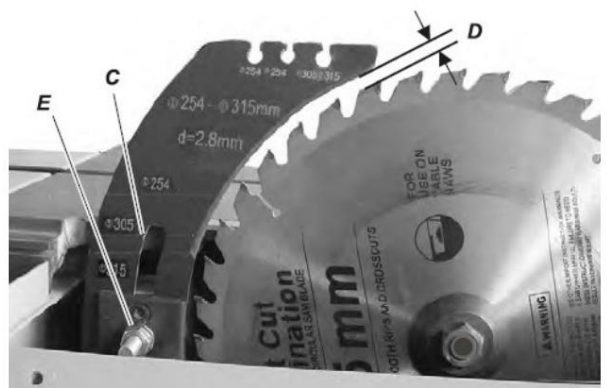

Bild 5-10: Inställning
• Vid den maximala såghöjden för det använda sågbladet måste markeringen (pos. C, bild 5-10) vara i linje med huvudbordets kant.
• Avståndet (pos. D, bild 5-10) måste alltid bibehållas. Bordsågbladets position är mellan 3 och 8 mm.
• Lossa och justera skruven (pos. E, bild 5-10) om det behövs.